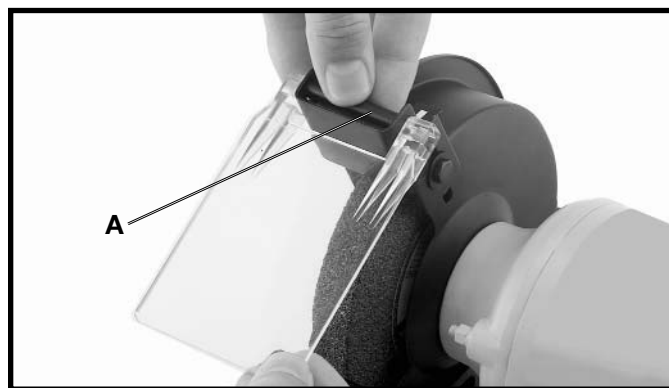

Fig. 7
2. Alinee los agujeros del protector de los ojos con los agujeros del protector antichispas y coloque el casquillo del protector de los ojos (A), Fig. 7, en medio del espacio del protector antichispas.